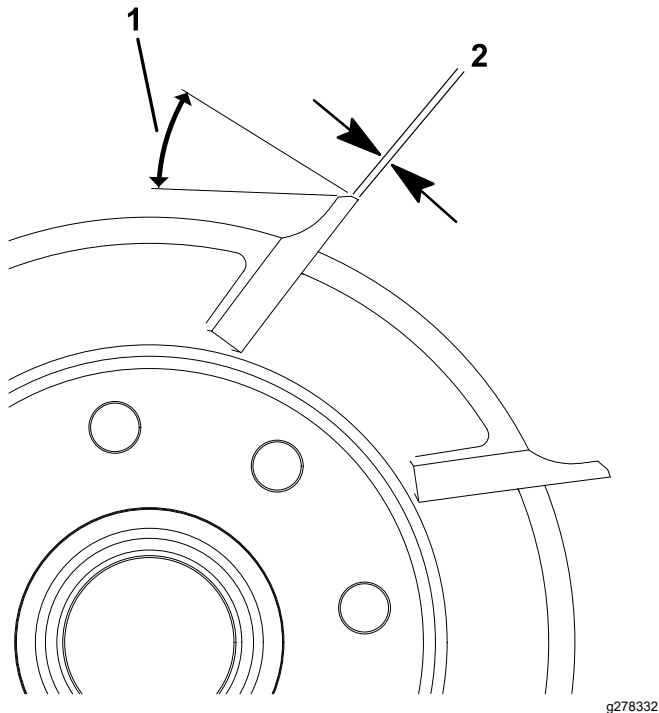

図 25
1. 全部のリール刃に 30°の角度で2番削りを行って、ランド部の幅を 1.3 mm にしてください 図 25。